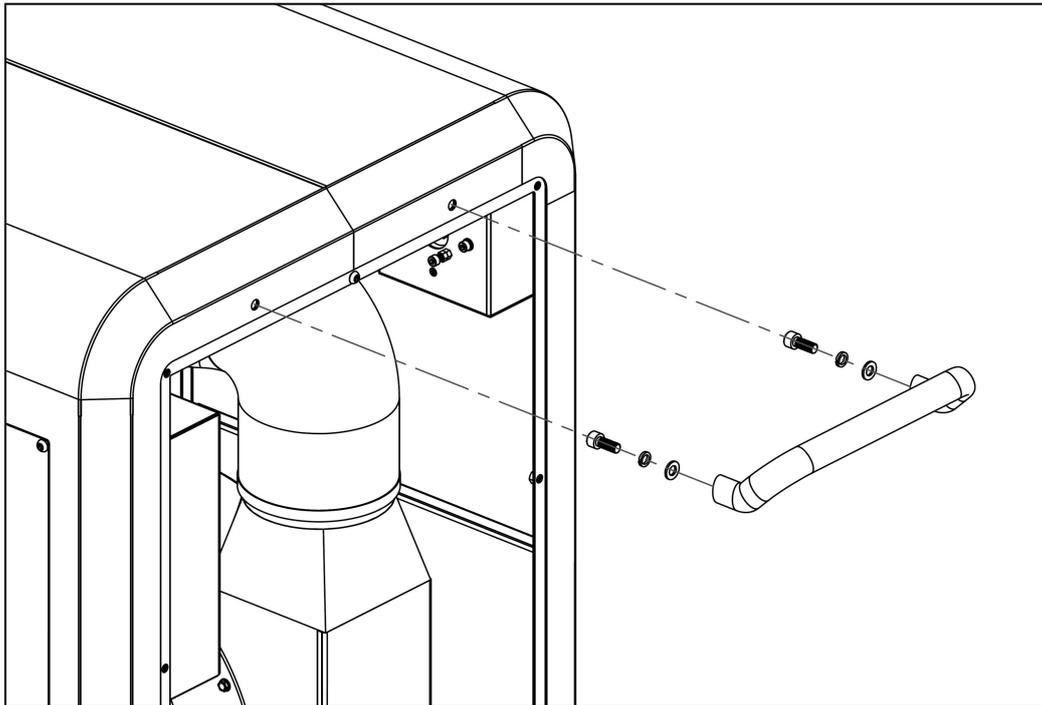

Abb.11
5. Installieren Sie den Griff gemäß **Abb.11**. (Die Seitenabdeckung muss entfernt werden). Setzen Sie dann den Staubbehälter wieder ein.